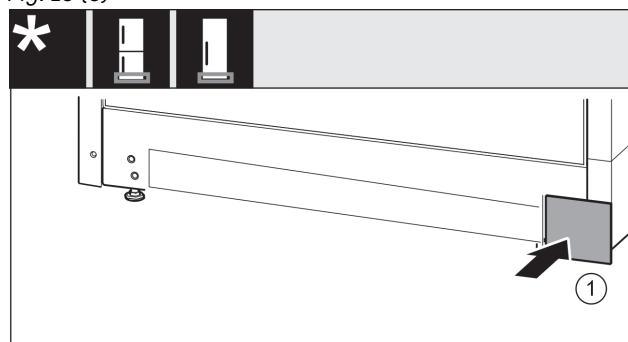

Fig. 16
- Ponovno nataknite pokrov na drugu stranu. Fig. 16 (1)